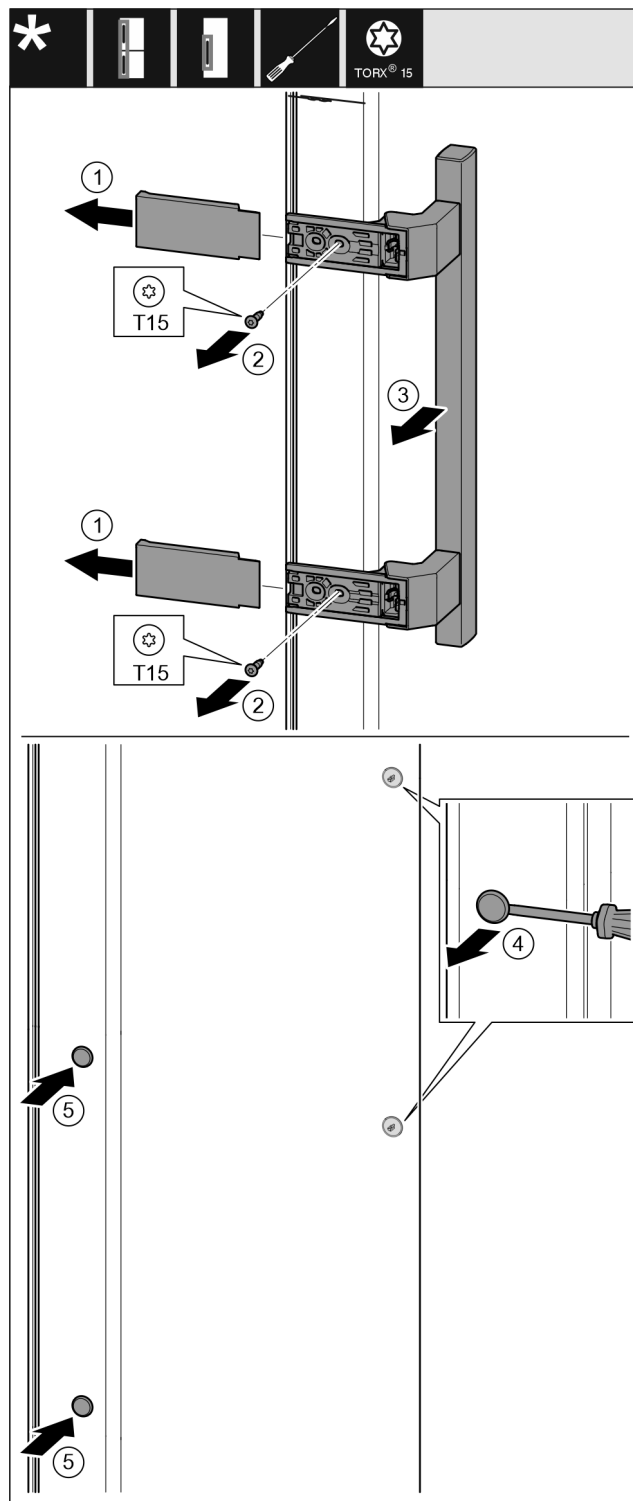

Fig. 19
- Húzza le a fedelet. Fig. 19 (1)
- Csavarja ki a csavarokat a Torx 15 csavarhúzóval. Fig. 19 (2)
- Vegye le a fogantyút. Fig. 19 (3)
- Óvatosan emelje meg az oldalsó dugókat egy lapos csavarhúzóval, és húzza ki őket. Fig. 19 (4)
- Helyezze be a dugókat a másik oldalon. Fig. 19 (5)